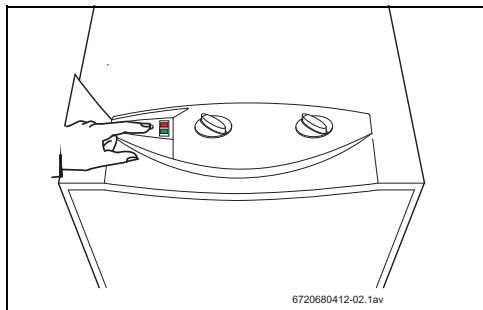

Fig. 5
- Para tal basta ligar o interruptor (Fig. 5).